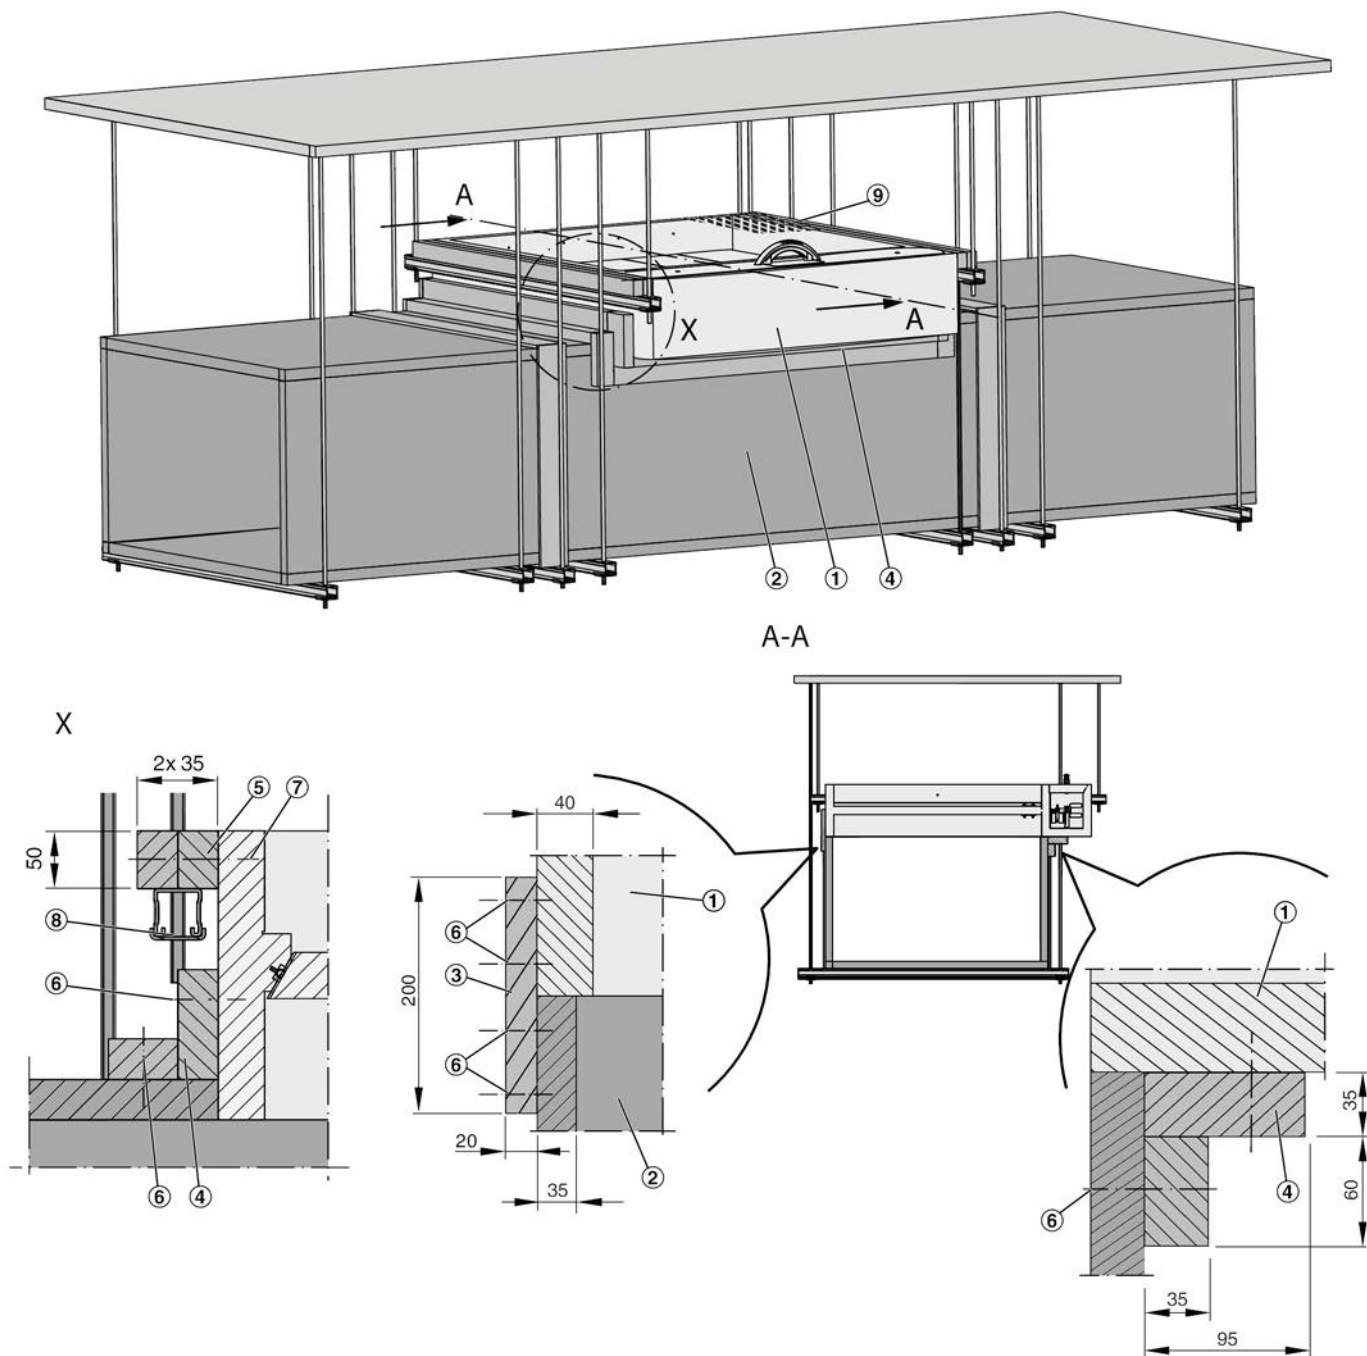

Fig. 34: Montasje på en brannsikker, horisontal røykavtrekkanal
- ▶ Koble den brannsikre røykavtrekkskanalen til røykkontrollspjeldet ved å plassere en vinkelseksjon (Fig. 34 /4) mellom kanalen og spjeldet ☞ 6 «Røykavtrekkanal og beskyttelsesgitter» på side 63 .
- ▶ Hvis røykavtrekkskanalen og røykkontrollspjeldet ligger i flukt med hverandre, kan spjeldet tilkobles med tilkoblingsstrips (Fig. 34 /3).
IHvis driftsiden ikke er koblet til en kanal, må et beskyttelsesgitter (Fig. 34 /8) monteres på spjeldet, ☞ 6.4 «Beskyttelsesgitter» på side 65 .